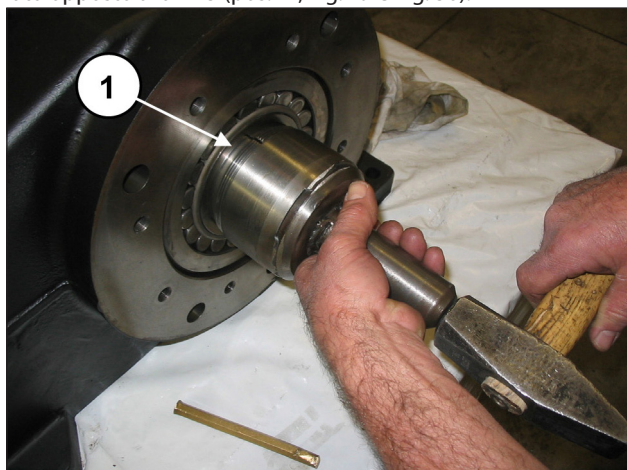
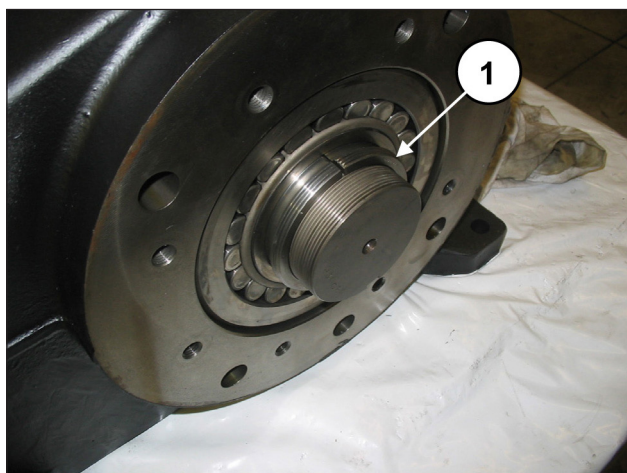

Fig. 49
Fig. 50
Inserire completamente la bussola di pressione sull'albero dal lato opposto alla PTO (pos. ①, Fig. 49 e Fig. 50).